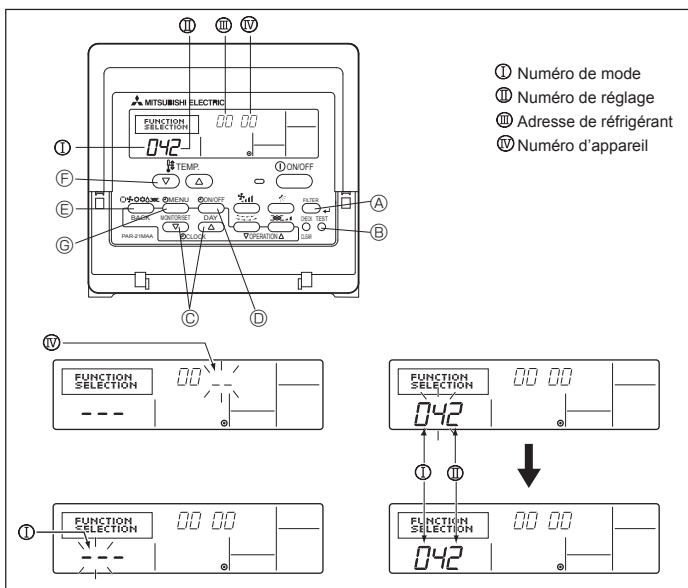

Fig. 6-5
1) Pour la télécommande à fil (Fig. 6-5)
- ① Passer au mode de réglage des fonctions. Éteindre la télécommande à fil. Appuyer simultanément sur les touches FILTER (A) et TEST RUN (B) pendant au moins 2 secondes. **FUNCTION** commence à clignoter.
- ② Utiliser la touche (C) pour régler l'adresse du réfrigérant (III) sur 00.
- ③ Appuyer sur (D); [-] se met à clignoter sur l'affichage du numéro d'appareil (IV).
- ④ Utiliser la touche (E) pour attribuer le numéro 00 à l'appareil (IV).
- ⑤ Appuyer sur la touche (E) (MODE) pour spécifier l'adresse du réfrigérant/numéro d'appareil; [-] clignote momentanément sur l'affichage du numéro de mode (I).
- ⑥ Appuyer sur les touches (F) pour régler le numéro de mode (I) sur 04.
- ⑦ Appuyer sur la touche (E), le numéro de programmation actuellement sélectionné (II) clignotera. Utiliser la touche (E) pour changer de numéro de programmation selon la tension d'alimentation à utiliser.